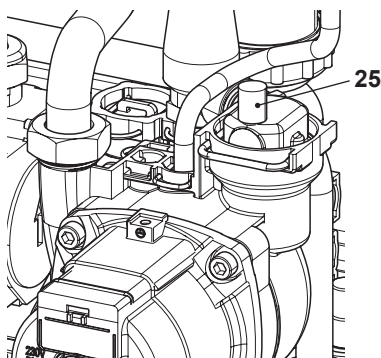

Figura 9.10
- Per facilitare lo svuotamento, alzare il tappo 25 della valvola di sfiato automatica in Figura 9.10.